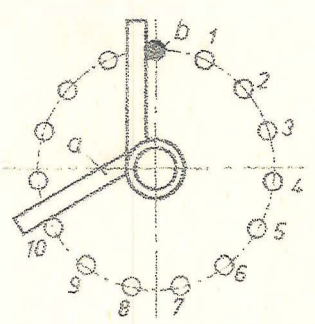

Fig. 1
- 1) - Se cuenta 2/3 de 15 o sea 10 agujeros y se establece la abertura correspondiente de los brazos de la tijera. (Fig. 1).